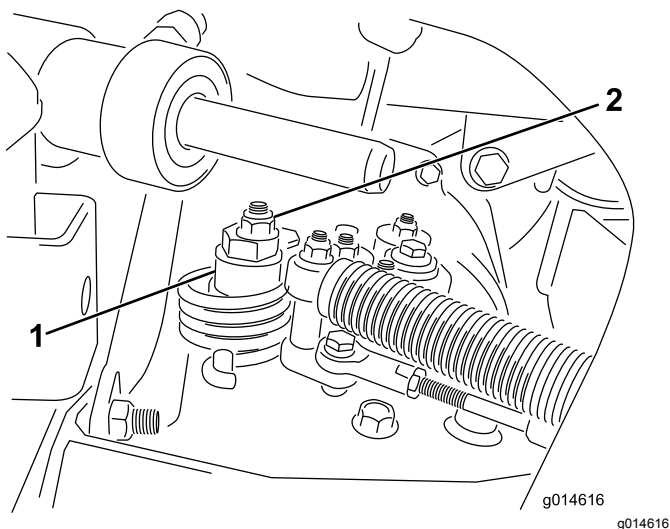

Figura 51
- A. Afloje la tuerca que sujeta el excéntrico a la parte superior del hidrostato (Figura 51).
- C. Gire el excéntrico hasta que no haya movimiento en ningún sentido. Cuando la rueda deje de girar, apriete la tuerca para bloquear el excéntrico y el ajuste (Figura 51). Compruebe el ajuste con el acelerador en las posiciones Lento y Rápido.